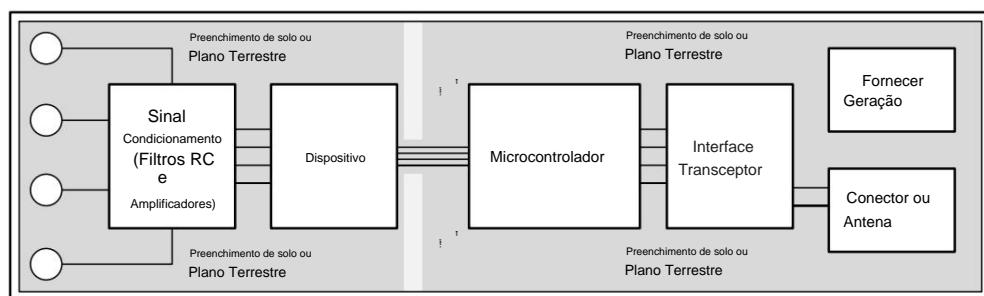

Figura 123. Posicionamento dos Componentes do Sistema
recomenda empregar as melhores práticas de projeto ao projetar uma placa de circuito impresso (PCB) para componentes analógicos e digitais. Esta recomendação geralmente significa que o layout separa componentes analógicos [como ADCs, amplificadores, referências, conversores digital-analógico (DACs) e MUXs analógicos] de componentes digitais [como microcontroladores, dispositivos lógicos programáveis complexos (CPLDs), campo -matrizes de portas programáveis (FPGAs), transceptores de radiofrequência (RF), transceptores de barramento serial universal (USB) e reguladores de comutação]. Um exemplo de bom posicionamento de componentes é mostrado na Figura 123. Embora a Figura 123 forneça um bom exemplo de posicionamento de componentes, o melhor posicionamento para cada aplicação é exclusivo das geometrias, componentes e capacidades de fabricação de PCB empregados. Ou seja, não existe um layout único que seja perfeito para cada projeto e uma consideração cuidadosa deve sempre ser usada ao projetar com qualquer componente analógico.